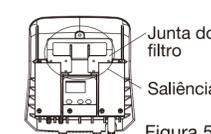

Figura 5
- ⇒ Quando a junta do filtro sair, certifique-se de que todos os oito orifícios da junta do filtro se ajustam às projeções da tampa do filtro. (Figura 5)